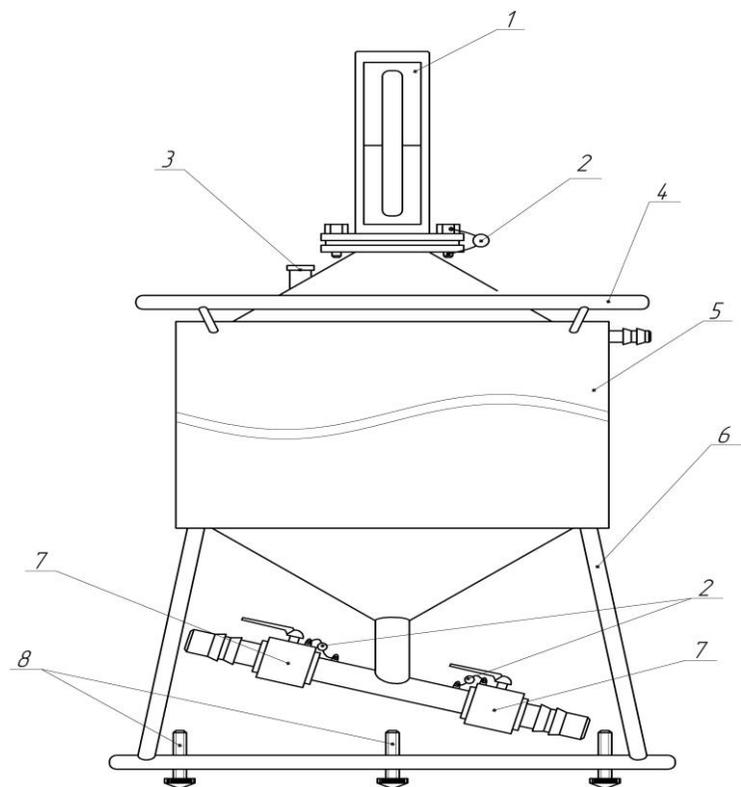

Рис. 1 Мерники типа М1Р шифр 01
4.1. Мерники (Рис.1 и 2) состоят из резервуара, измерительной горловины с кожухом; наливного крана и сливного крана. В верхней части резервуара крепится ампула уровня для контроля установки мерника в вертикальное положение. Резервуар мерника имеет регулировочные винты (домкраты) для установки его в вертикальное положение. Для удобства перемещения мерники снабжены ручками. Кольцевые ручки одновременно служат защитой от механических повреждений резервуара. Поверительное клеймо наносится на навесных пломбах, а также на один из винтов, крепящий кожух горловины.